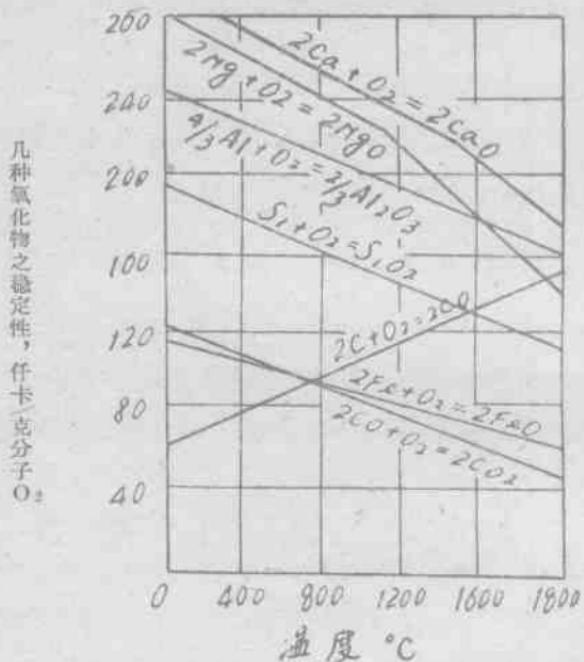

图7 几种氯化物之稳定性与温度的关系
- 附图7 冷却水桶
总的反应是吸热反应，而且只能在高温下才能进行。因为二氧化矽是一种很稳定的化合物。由图 7 可以看出，几乎所有氧化物的稳定性都是随温度的升高而下降。但只有一氧化碳的稳定性随着温度的升高而显著增加。温度接近 710°C 时，一氧化碳比氧化亚铁稳定，高于 710°C 时，焦炭就可以顺利地还原氧化亚铁。其反应为：